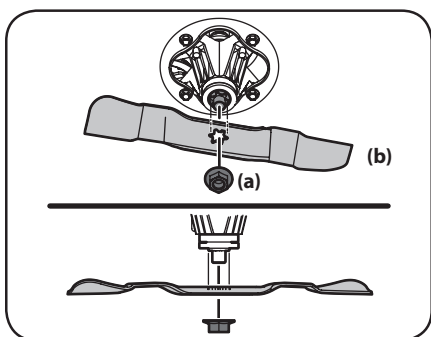

Figure 2
4. Retirez l'écrou à bride (a) qui fixe la lame à la fusée. Voir Figure 2.
2. Remplacez l'écrou à bride (a) et serrez à un couple de 70 pi-lb (minimum) à 90 pi-lb (maximum) Voir Figure 2.